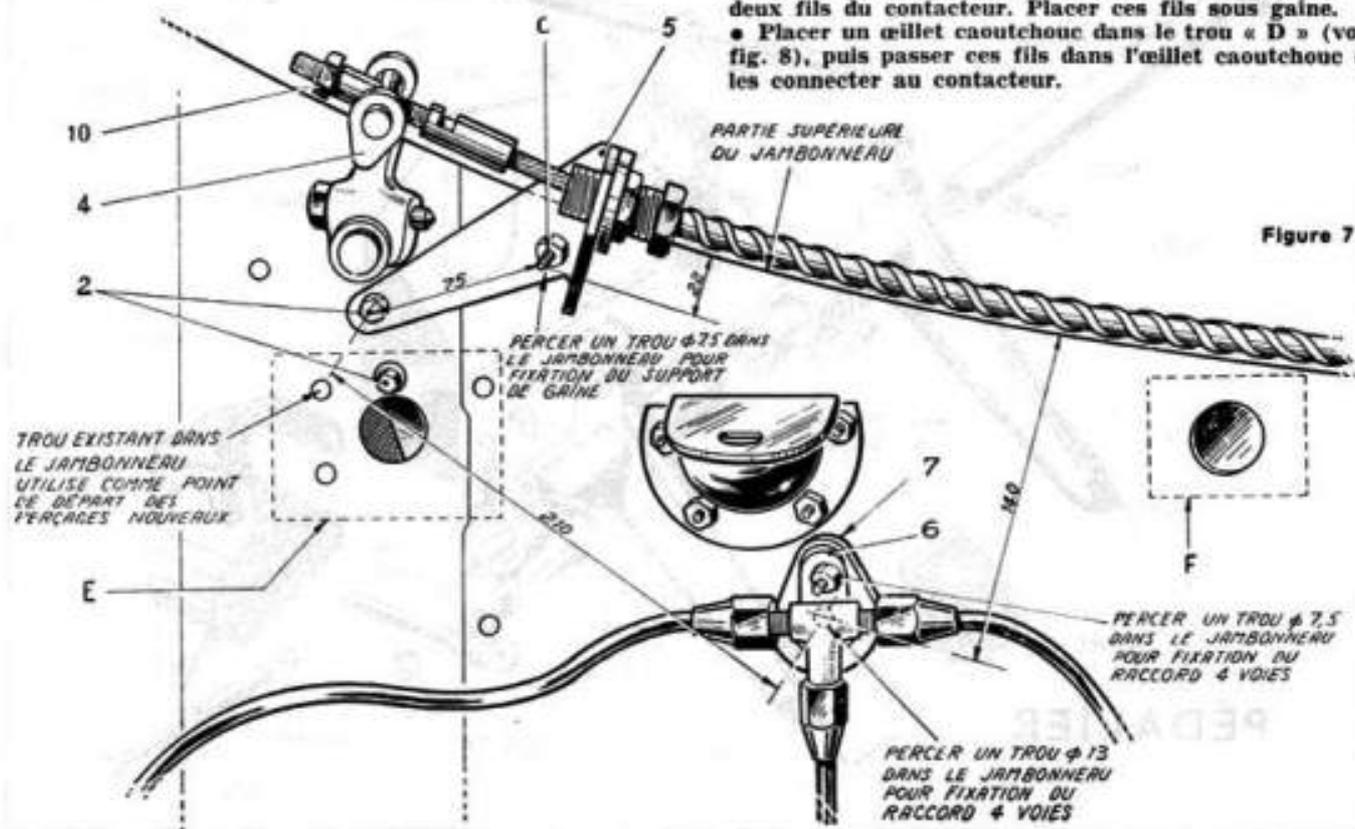

Figure 7
l'aide de simili collé entre E et F (voir fig. 7). Utiliser une colle genre Glutafix.
- Visser provisoirement le guide réglable dans le support AR. Engager l'embout fileté du câble dans le berrillet du levier de renvoi (4), visser provisoirement l'écrou à douille (10) (voir fig. 7).
- Régler la garantie de la pédale : pour cela, agir sur l'écrou à douille de réglage du câble (10). La course « morte » de la pédale doit être comprise entre 10 et 15 mm.